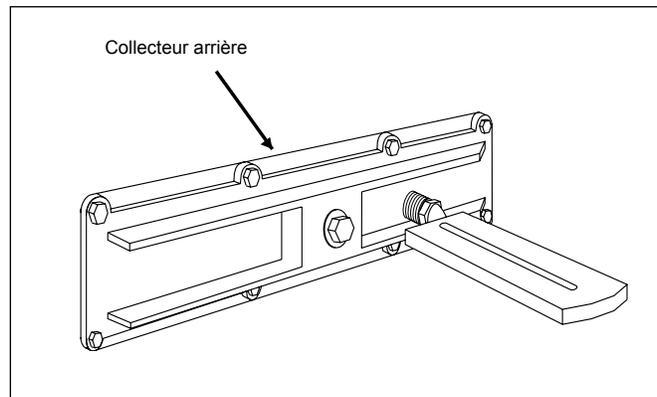

Figure 8. Emplacement du thermomètre
2. Installer un thermomètre dans l'ouverture fileté du collecteur arrière, comme indiqué sur la figure 8.